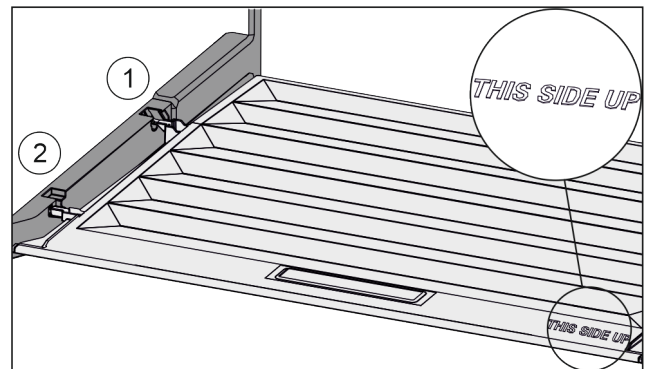

Fig. 22
- Inserire le nervature del coperchio attraverso l'apertura del supporto posteriore Fig. 22 (1) e innestare anteriormente nel supporto Fig. 22 (2).